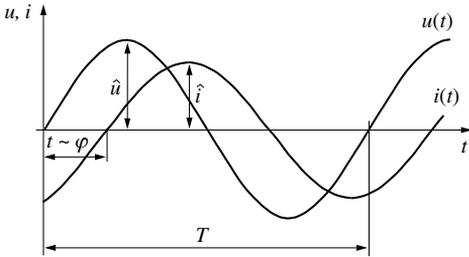
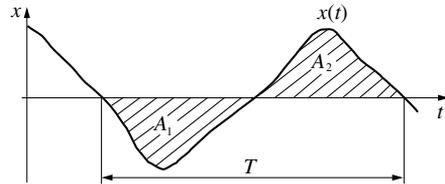

Bild 2.4 Wechselspannungs- und Wechselstromverlauf
Bild 2.5 Periodische nichtsinusförmige Funktion
In der Regel haben Wechselspannung und Wechselstrom einen zeitlich sinusförmigen Verlauf (Bild 2.4). Die Momentanwerte von Wechsel-
- ▶ *Beachte:* Im Bild 2.4 eilt der Strom der Spannung zeitlich nach. In Gl. 2.7 steht demzufolge $-\varphi$. In der Bezeichnung wird nicht zwischen Bogen- und Winkelmaß unterschieden.
Definitionsgemäß müssen die Wechselgrößen Spannung und Strom nicht unbedingt rein sinusförmig sein. In der Praxis verursachen nichtlineare Verbraucher unerwünschte Oberschwingungen (Bild 2.5).
Gl. 2.12 ist geeignet, festzustellen, ob die Funktion $x(t)$ eine reine Wechselgröße ist (Bild 2.5), d. h. $A_1 + A_2 = 0$ und $\bar{X} = 0$ (A_1 geht in den Integralwert negativ ein).
Die Betragsbildung bedeutet, dass die negativen Halbwellen der Wechselgrößen (Bild 2.4, Bild 2.5) in den positiven Bereich geklappt werden und davon der arithmetische Mittelwert gebildet wird. Der Gleichrichtwert ist für die Messtechnik (→ 2.2) interessant, da sich unabhängig von der Frequenz bei sinusförmigen Wechselgrößen nach den Gln. 2.6 und 2.7 einfache Zusammenhänge zwischen Effektivwert und Spitzenwert nach Gl. 2.15 bzw. Effektivwert und Gleichrichtwert nach Gl. 2.17 ergeben.
Bei Wechselgrößen ist gemäß der Definition der Phasenwinkel $\varphi = 0$ (Bild 2.4). Metallische Leiter verhalten sich bei konstanter Temperatur annähernd wie ohmsche Widerstände.
Bei sinusförmiger Spannung nach Bild 2.4 und Gl. 2.6 ist der Strom nach Gl. 2.7 um $\varphi = 90^\circ$
Bei sinusförmiger Spannung nach Bild 2.4 und Gl. 2.6 ist der Strom durch den Kondensator um $\varphi = -90^\circ$ phasenverschoben (voreilend) zur Spannung. Für die Effektivwerte ergibt sich analog zum ohmschen Widerstand die Spannungs-Strom-Beziehung.